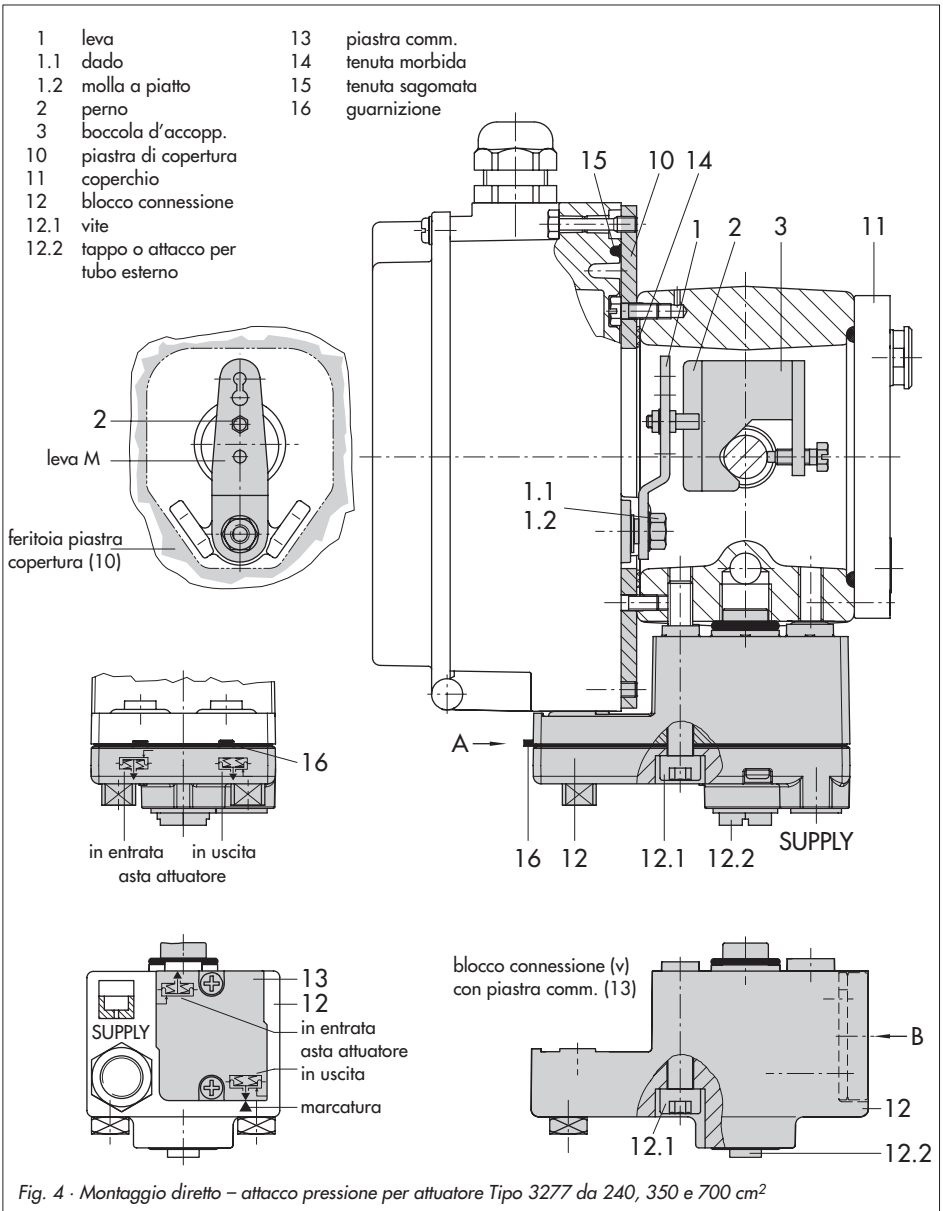

Fig. 4 - Montaggio diretto – attacco pressione per attuatore Tipo 3277 da 240, 350 e 700 cm2
1. Disporre il blocco di trasmissione (3) sull'asta dell'attuatore, allinearne e stringerlo in modo che la vite di fermo sia nella scanalatura dell'asta dell'attuatore.
2. Montare la piastra di copertura (10) con la parte stretta della feritoia (Fig. 4, a sinistra) rivolta verso l'attacco della pressione. Assicurarsi che la guarnizione applicata (14) sia rivolta verso il castello dell'attuatore.
3. Per attuatori da 700 cm2, togliere il perno di trasmissione (2) sulla leva **M** (1) dalla posizione **35**, inserirlo nel foro della posizione **50** e avvitare bene. Per attuatori da 240 e 350 cm2 con corsa da 15 mm, il perno di trasmissione (2) rimane in posizione **35**.
4. Inserire la tenuta sagomata (15) nella scanalatura della custodia del posizionatore.
6. Assicurarsi che l'estremità della guarnizione (16) che sporge lateralmente dal blocco (12) sia posizionata sopra il simbolo dell'attuatore (versione "asta in uscita" o "asta in entrata"). Se necessario, togliere il coperchio e le tre viti di fissaggio. Rimettere la guarnizione (16) ruotata di 180°. Nella versione precedente del blocco di connessione (Fig. 4, in basso) è necessario ruotare la piastra d'inserzione (13) in modo che il simbolo dell'attuatore sia rivolto verso la marcatura.
7. Disporre il blocco (12) con i relativi anelli di tenuta contro il posizionatore. Avvitarlo a fondo (12.1). Per attuatori con azione di sicurezza "asta in entrata", togliere anche il tappo (12.2) e installare il tubo esterno della pressione.
8. Montare il coperchio (11) sull'altro lato. Dopo aver installato la valvola, assicurarsi che lo sfianto sia rivolto verso il basso per permettere il drenaggio dell'acqua di condensa accumulata.